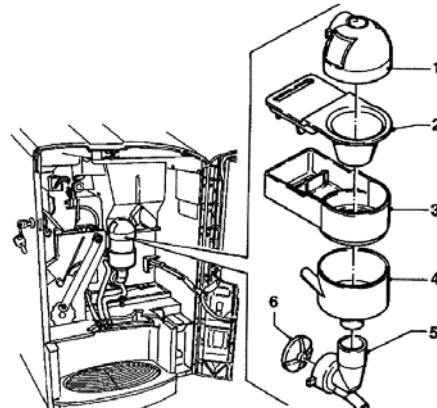

Рис. 3
- снимите крышки, воронки для воды и порошкообразных продуктов, устройства подачи, выдвижные приспособления для подачи порошков и перемешивающие колеса миксеров (см. рис. 3);